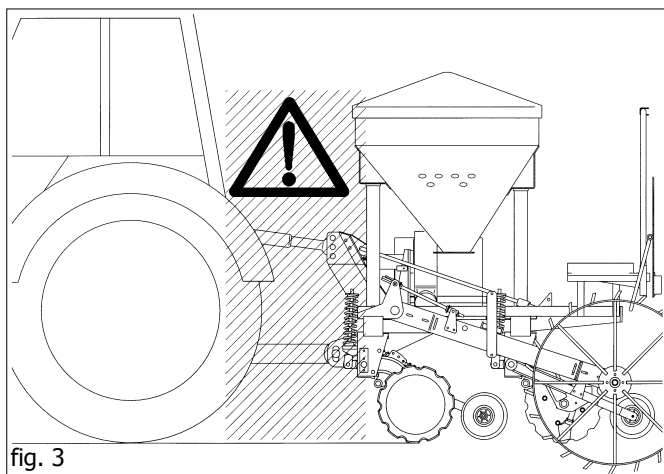

fig. 3
- 25) È assolutamente vietato interporre fra il trattore e l'attacco per manovrare il comando dall'esterno per il sollevamento (Fig. 3).
- 26) È assolutamente vietato interporre tra il trattore e l'attrezzatura (Fig. 3) con motore acceso e cardano inserito. È possibile interporre solo dopo aver azionato il freno di stazionamento ed aver inserito, sotto le ruote, un ceppo o un sasso di bloccaggio di adeguate dimensioni.